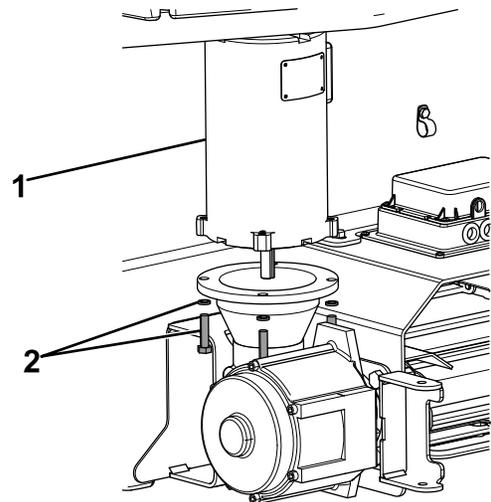

Bild 11
- Entfernen Sie die vier Schrauben und Sicherungsscheiben, mit denen der Motor am Getriebe befestigt ist, und entsorgen Sie diese (Bild 11). Bewahren Sie den Motor auf.